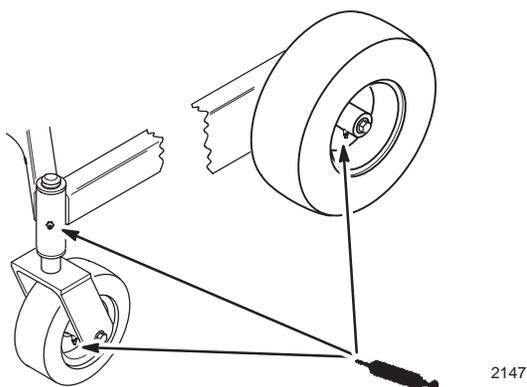

Figure 22
1. Lubrifier les roulements des roues et les pivots des roues avant jusqu'à ce que la graisse commence à suinter hors des roulements (Fig. 22).